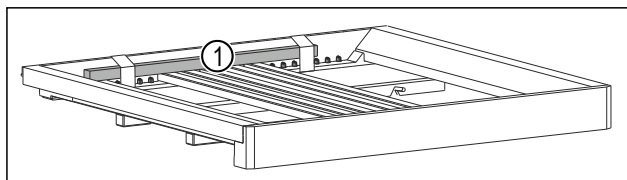

Fig. 52 *
- Odstraňte dřevěnou tyč Fig. 52 (1).*